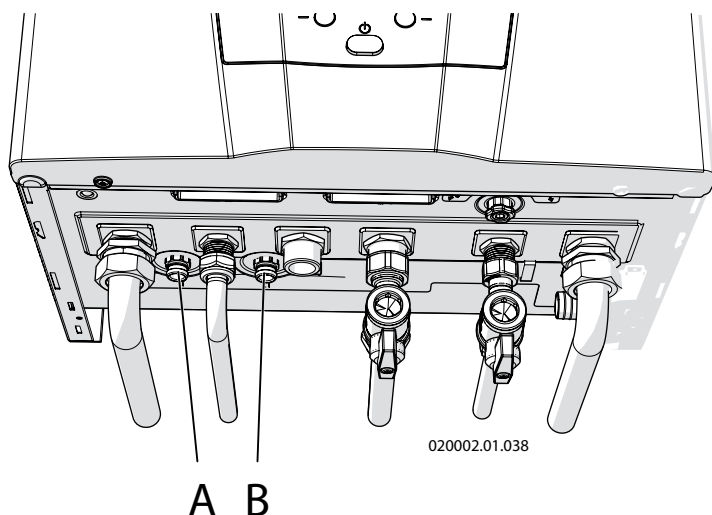

Figura 8-16 - Rubinetti di scarico circuito riscaldamento
- 5.- collegare ai rubinetti di scarico "A" e "B" (vedi figura 8-16) un tubo flessibile di gomma e convogliarlo nello scarico di un lavello o simile;
- 8.- una volta evacuata tutta l'acqua richiudere gli sfiati degli elementi riscaldanti ed i rubinetti di scarico "A" e "B" di figura 8-16.